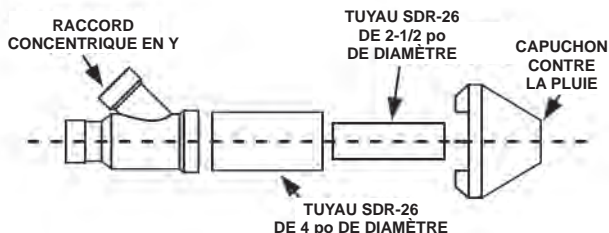

Figure 25. Pièces de la bouche d'extrémité concentrique
- Coller le raccord concentrique en Y sur le tuyau de grand diamètre du nécessaire. Voir *Figure 25*.
- Coller le chapeau pare-pluie sur le tuyau de petit diamètre du nécessaire. Voir *Figure 25*.
- Coller le raccord concentrique en Y sur le tuyau de grand diamètre du nécessaire. Voir Figure 25 (page 29).
- Coller le chapeau pare-pluie sur le tuyau de petit diamètre du nécessaire. Voir Figure 25 (page 29).